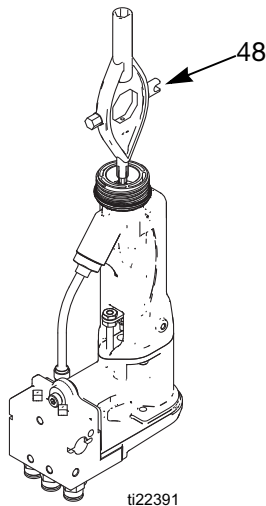

FIG. 20. Remplacement de l'électrode
3. Dévissez l'électrode (3) à l'aide de l'outil multifonctions (48). FIGURE 20.